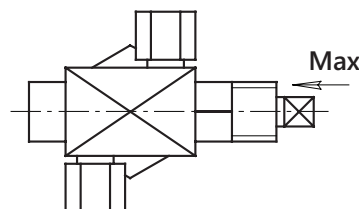

Рисунок 3.1 Различные положения вентиля Rotalock
- с запорного вентиля снять пластиковый колпачок поз. 1 (рис. 3.1) и убедиться, что шток вентиля максимально вывернут;
- отвернуть гайку поз. 2 (рис. 3.1) и подключить шланг высокого давления;
- повернуть шток вентиля поз. 4 (рис. 3.1) по часовой стрелке на 2-3 оборота;
- надеть пластиковый колпачок поз. 1 (рис. 3.1).
- с запорного вентиля снять пластиковый колпачок поз. 1 (рис. 3.1);
- повернуть шток вентиля поз. 4 (рис. 3.1) против часовой стрелки до упора;